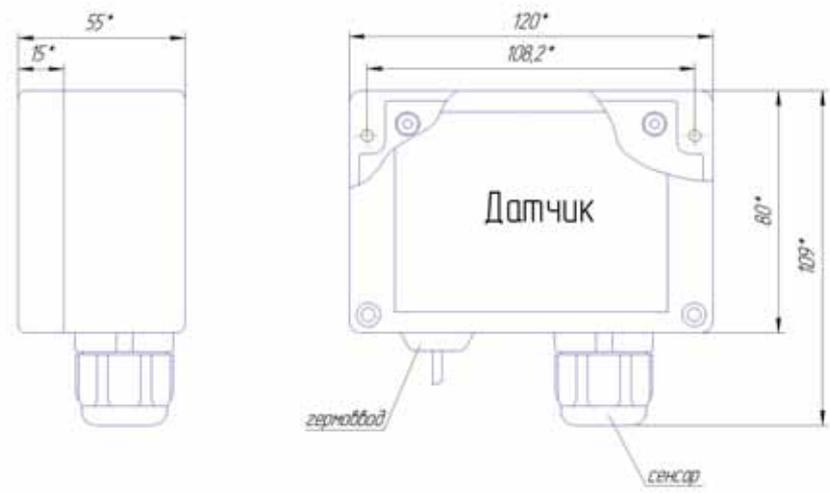

Рис. 2. Внешний вид и габаритные размеры датчика.
2.3. Каждый датчик конструктивно выполнен в прямоугольном пластмассовом корпусе, на котором имеется цилиндрический выступ с накидной гайкой для установки газочувствительного сенсора и гермоввод для соединительного кабеля. Датчик имеет съемную лицевую панель для доступа к электронной плате и сенсору. Внутри датчика на плате имеется клеммная колодка для подключения соединительного кабеля к пульта. Внешний вид и габаритные размеры датчика показаны на рис. 2.